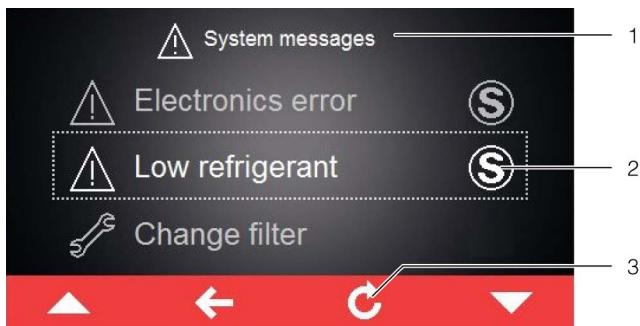

Fig. 28 : écran avec des messages de défaut
Si un message de défaut qui ne peut pas être supprimé par l'exploitant lui-même se produit et ne disparaît plus, le symbole « Maintenance » est affiché derrière le message de défaut ainsi que dans la barre d'outils à côté du symbole pour les informations système (fig. 28, pos. 2).